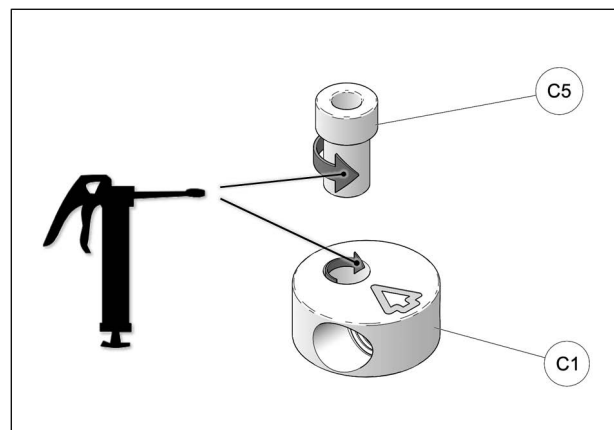

Fig. 24
14. À l'assemblage, les bagues espaceurs (C5) doivent être graissées. Appliquer une couche de graisse uniforme sur toute la circonférence de la bague espaceur et dans le logement du disque en aluminium (C1). Voir la Fig. 24